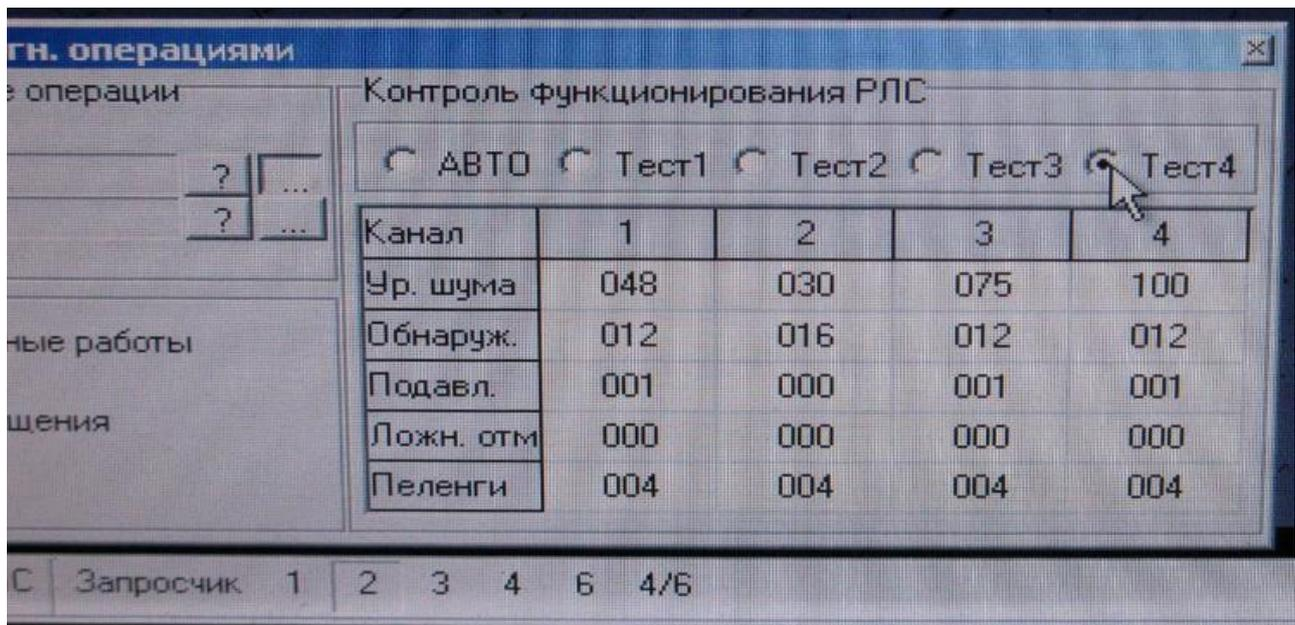
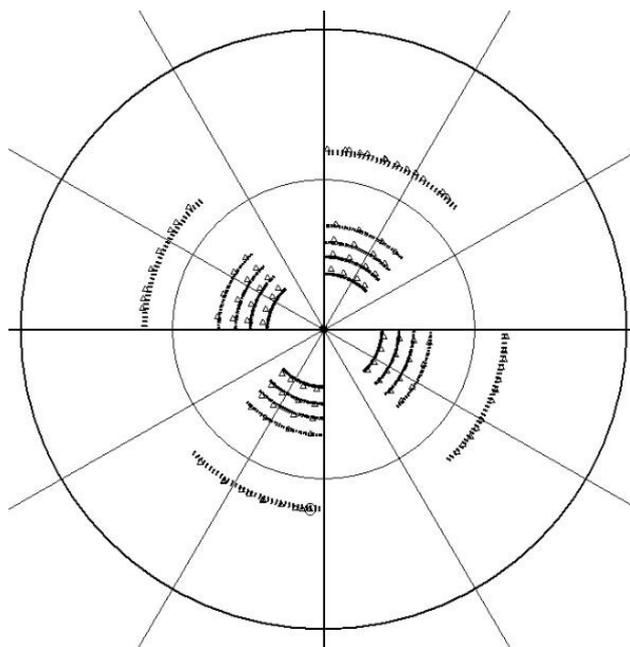

Рис. 6.28. Дополнительное окно управления диагностическими операциями. Тест 4
Рис. 6.29. Вид индикатора в режиме контроля функционирования (тест 4)
5. Выбрать «Тест4» в дополнительном окне управления диагностическими операциями (рис. 6.28) и убедиться в наличии изображения на экране (рис. 6.29). Здесь отображаются отметки, имитирующие эхо-сигнал на дальностях 20, 25, 30, 35 и 60 км на азимутах от 0 до 45°, от 90 до 135°, от 180 до 225°, от 270 до 315° и формирующие в каждой дужке по четыре отметки от целей.